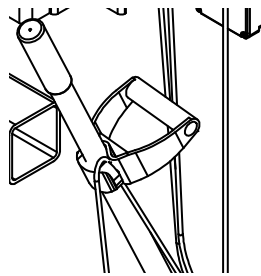

Figura 12
- e. Dirija el cable a través de la empuñadura central de la manilla para garantizar que el cable se mantenga alejado de la calza y de la rueda durante su operación. Consulte la Figura 12.